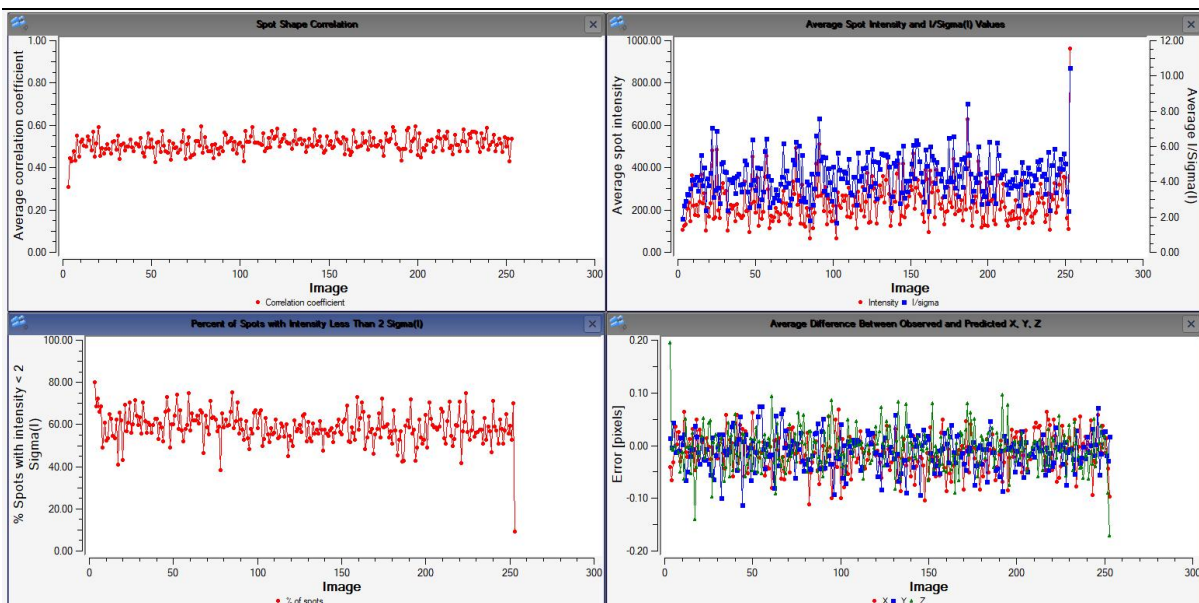

Figure 25. 评估积分情况的几个参数
- spot shape correlation, 对于较好的数据, 这条线一般会稳定在 0.6 甚至 0.8 以上, 0.4~0.6 之间, 一般为较差的数据, 0.4 以下的数据几乎无意义, 不建议收集 (Figure 25 左上角)
- Pixel Errors 应该平均而言在 ± 0.2 之间 (Figure 25 右下角)
- average I/σ 应该在 3 以上 (Figure 25 右上角)
- %spot intensity $<2\sigma$, 一般而言该数据在 0.6 以下时, 结果较好, 高于 80% 不建议收集 (该图可以通过勾选右上角 Per-image Statics 下的 % spot intensity $<2\sigma(I)$ 得到, 在 Figure 25 左下角)